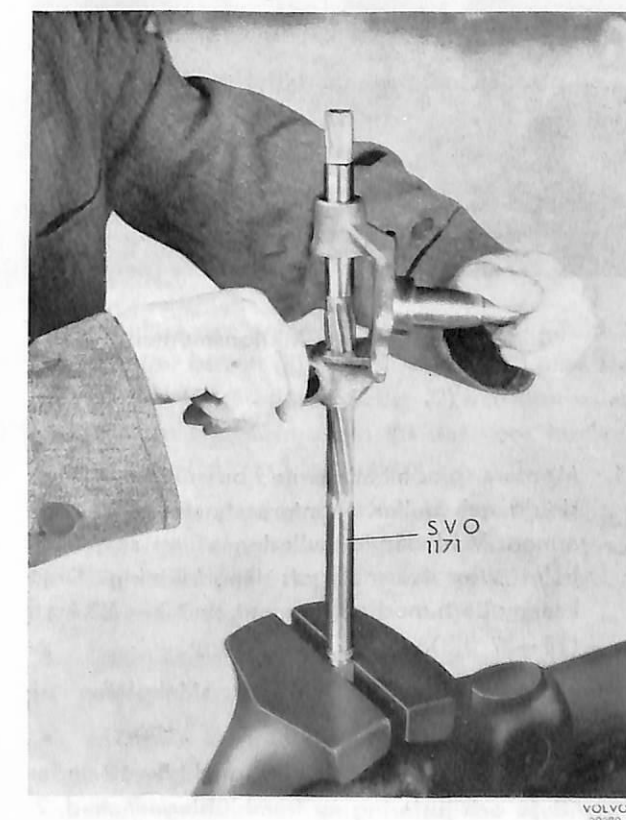

Bild 19. Brotschning av spindelappsbussningar.
2. Brotscha bussningarna med brotsch SVO 1171 t. ex. enligt bild 19. Med ny spindeltapp skall spelet därefter motsvara "löpande passning". Montera smörjniplarna. Bstryk bussningarna med chassismörjmedel.